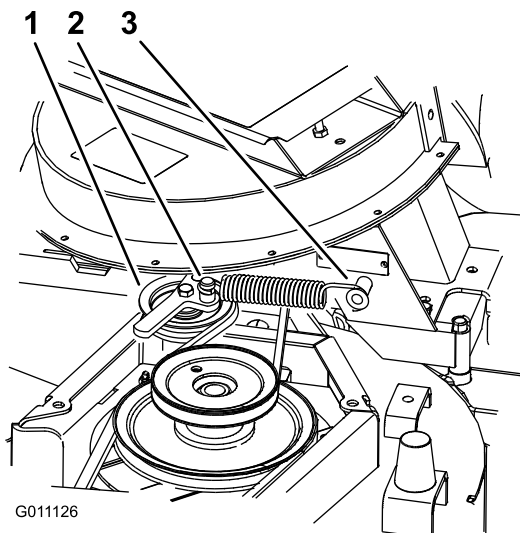

Рисунок 36
6. Установите пружину, как показано на Рисунок 36.